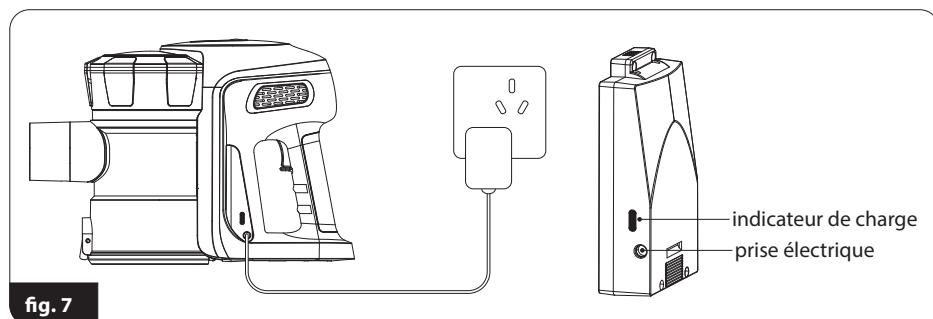

fig. 7
2. Connectez le câble du chargeur (25) à la prise du chargeur (6) et le chargeur à la prise secteur (fig.7) - le témoin de charge (7) s'allume en rouge pour indiquer la charge.